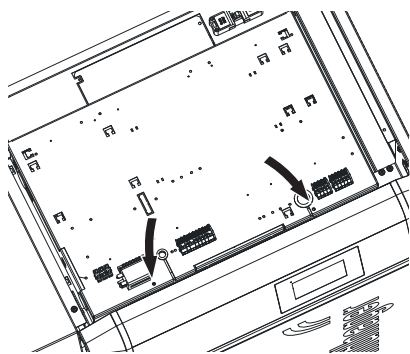

Fig. 49 Togliere le 2 viti del coperchio e aprire il coperchio
- ▶ Togliere 2 viti dal coperchio del quadro di comando e rimuovere il coperchio – Fig. 49.